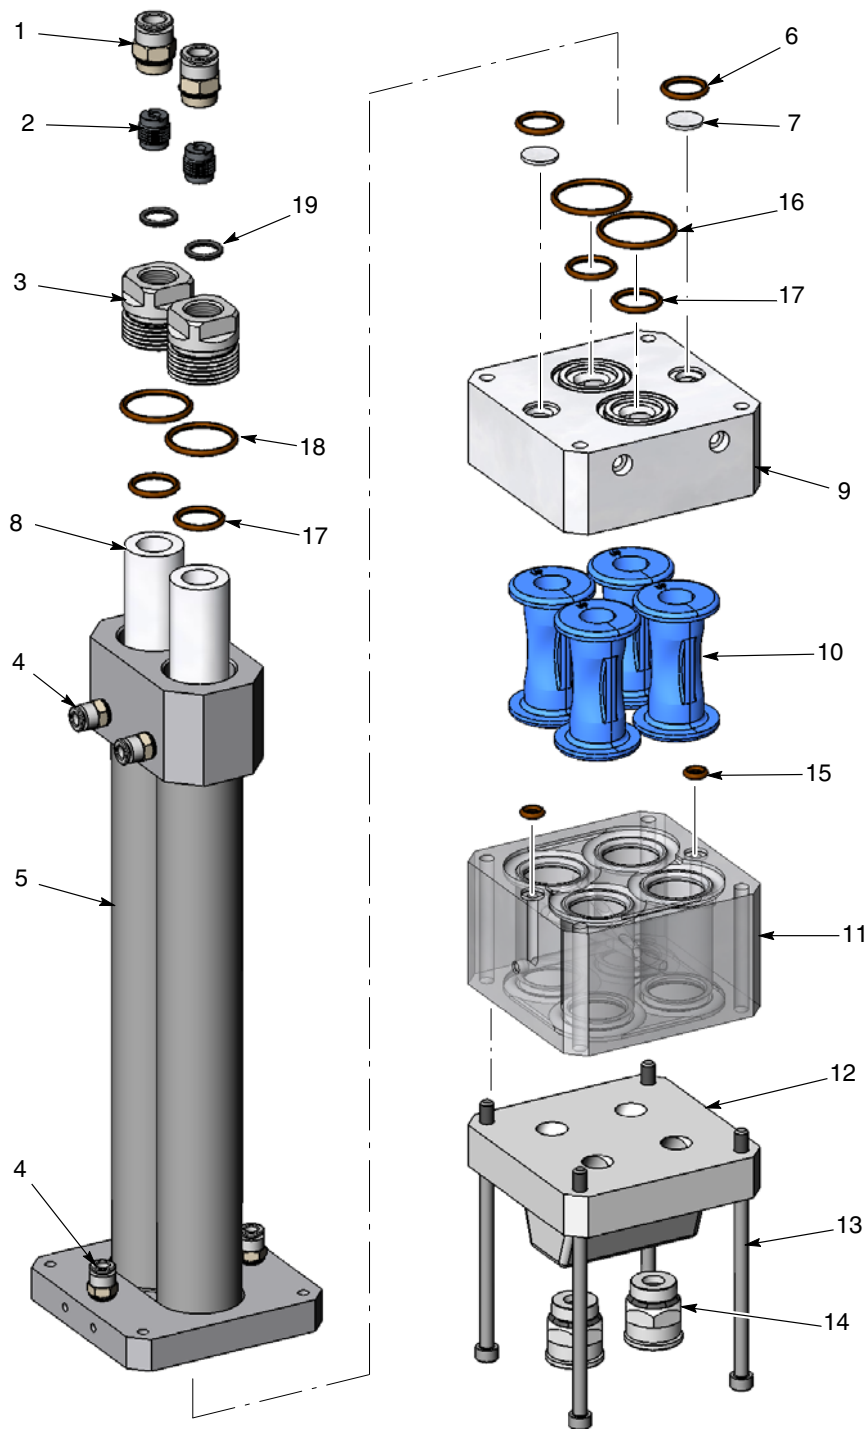

Figura 11 Smontaggio e montaggio della pompa
6. Vedi figura 11. Smontare la pompa come illustrato, cominciando dai tubi di fluidizzazione.